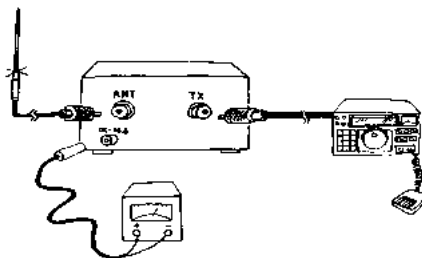

Рис. 2
2. Для подсветки шкалы измерительного прибора соедините прилагаемый кабель питания постоянного тока между источником питания и разъемом DC на задней стенке прибора, как показано на рис. 2. Напряжение источника постоянного тока должно составлять 11- 15 В. Красный провод должен быть соединен с положительным, а черный провод - с отрицательным полюсом источника.